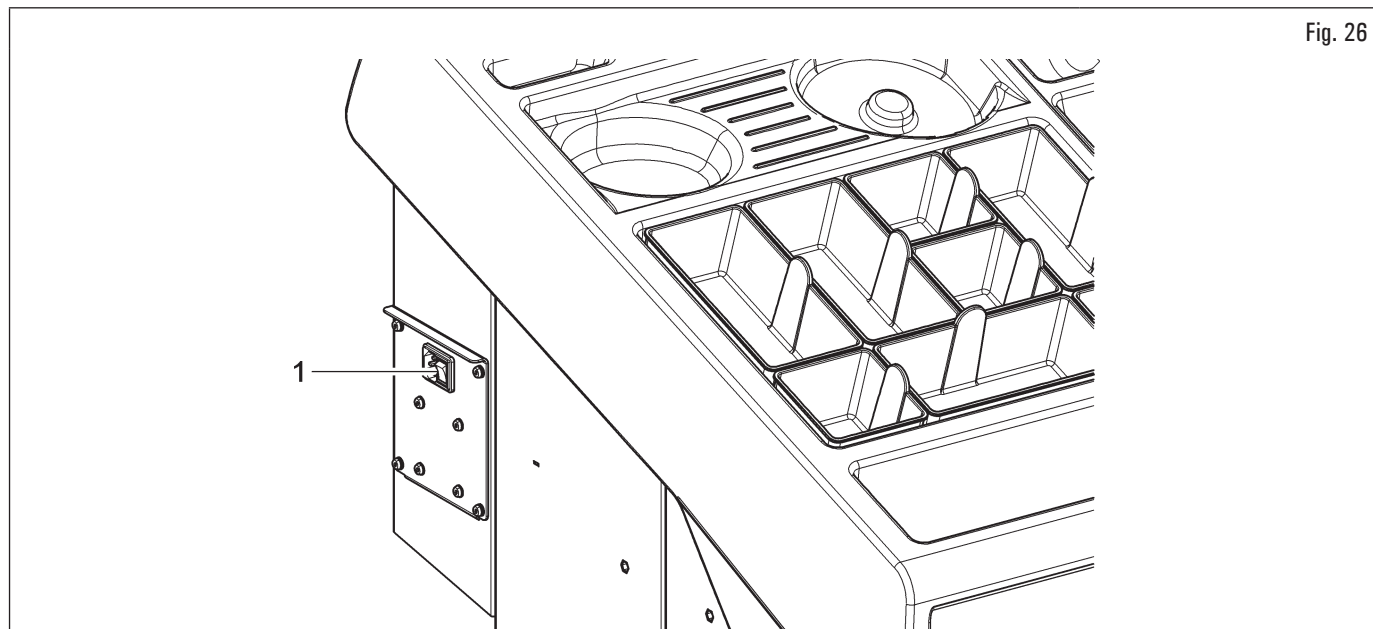

Fig. 26
2. pour éteindre l'équipement il suffit d'appuyer sur l'interrupteur général (Fig. 26 réf. 1). Accoupler la tige intérieure du pneu (Fig. 15 réf. 1) avec la tige intérieure de la bride (Fig. 15 réf. 2) (voir Fig. 15) ;
Une fois le branchement prise/fiche a été effectué, mettre l'équipement en marche au moyen de l'interrupteur général (Fig. 26 réf. 1).
Tourner sur « ON » l'interrupteur général (Fig. 26 réf. 1), colloqué dans la partie latérale de l'équipement.
Pour éteindre l'équipement il suffit d'appuyer sur « OFF » sur l'interrupteur général (Fig. 26 réf. 1).